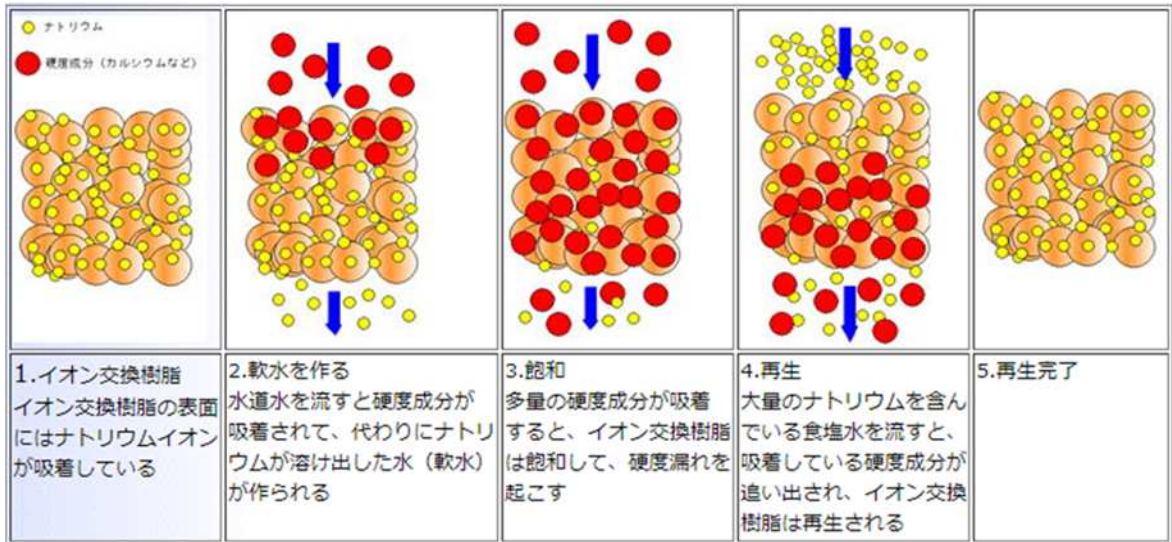

図1 イオン交換樹脂による軟水の製造と再生の概要
- ・軟水装置は、図1に示す通り、上水からイオン交換樹脂により硬度成分を吸着除去して軟水化し、水熱